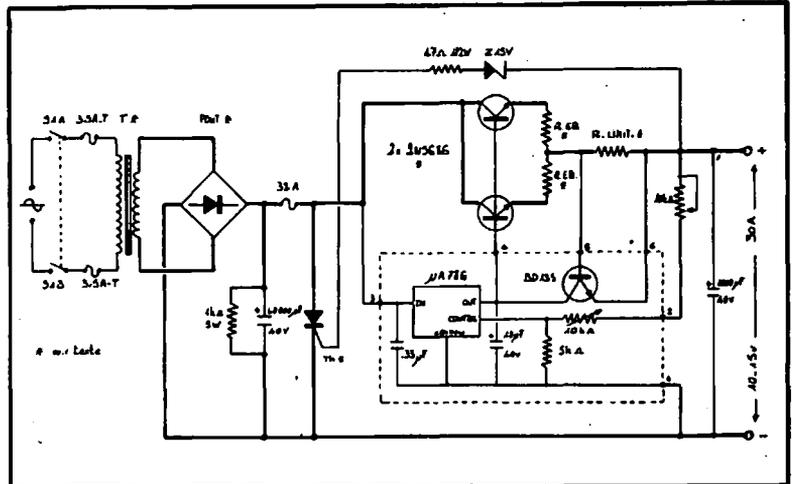

Figure 5 : Alimentation haute puissance 10-15 V/30 A.
**NOTA :** Les traits gras, sur le schéma, représentent des fils de forte section, indispensables pour éviter pertes et échauffements. Le câblage sera réalisé au plus court possible. (Figure 5)